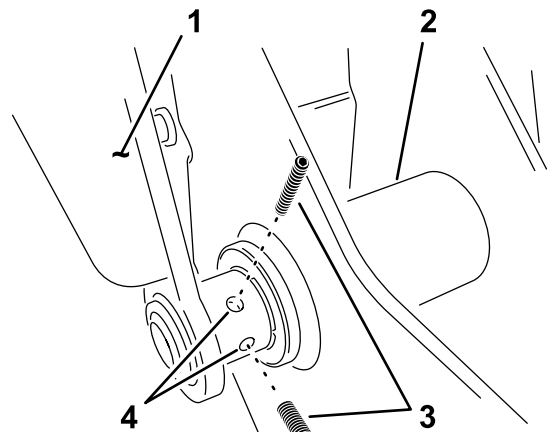

図 9
- 左アームの下側ヒンジ部に固定ねじを取り付ける図9。後でクレードル・システムの調整を行うので、ねじは仮止めにしておくこと。